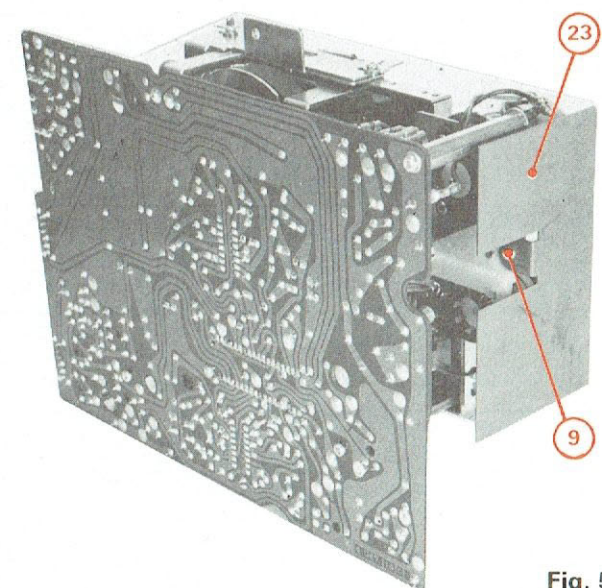

Fig. 5
- 2° - Enlever la vis (9) et le blindage de séparation enregistreur-radio (23) (voir figure 5).
- 3° - Enlever les vis (13), (15) et (19).
- 5° - Dégager du coffret (1) l'enregistreur-lecteur de cassettes.
NOTA : ne pas omettre lors du remontage, de repositionner, et fixer à l'aide de la vis (9), le blindage-séparateur enregistreur-radio (23) comme indiqué en figure 5.